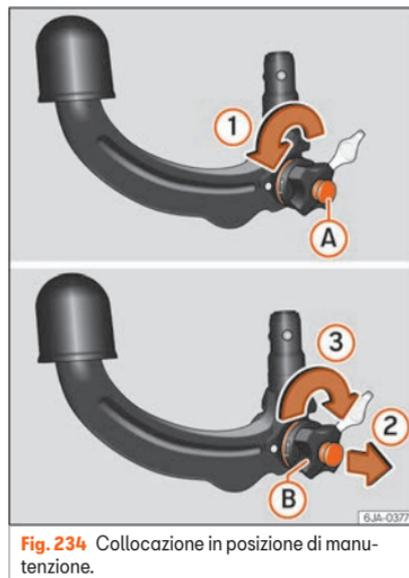

Fig. 234 Collocazione in posizione di manutenzione.
- Girare la chiave **(A)** nel senso della freccia **(1)** fino al limite » **fig. 234**.